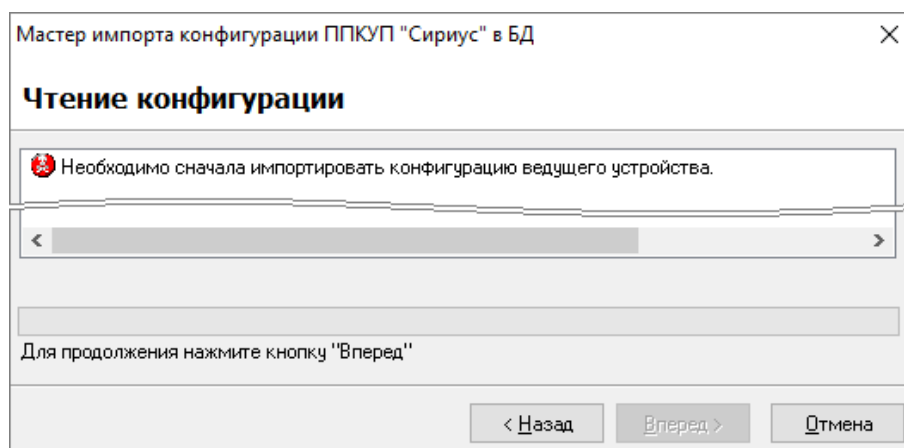

Рисунок 6-946 Мастер импорта конфигурации ППКУП "Сириус" в БД, страница чтения конфигурации, информация об ошибке
- если обнаружена ошибка, препятствующая импорту конфигурации, то информация об ошибке отобразится в информационном поле (см. Рисунок 6-946). В этом случае прервите работу Мастера нажатием кнопки «Отмена», устраните указанную ошибку и повторите шаги импорта конфигурации ППКУП «Сириус» заново (см. п. 6.4.1.2);